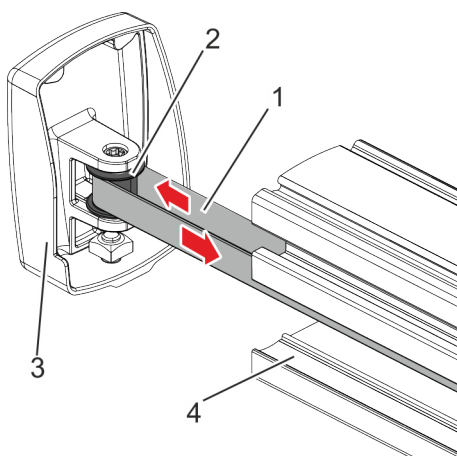
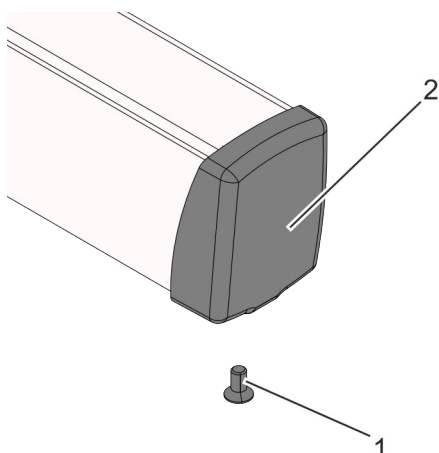

Abb. 28: Gegenzugband umlenken
Abb. 29: Endkappe der Führungsschiene
- 8.** ➔ Gegenzugband (Abb. 28/1) von außen nach innen um die Umlenkrolle (Abb. 28/2) an der Endkappe (Abb. 28/3) der Führungsschiene (Abb. 28/4) führen.
- 9.** ➔ Endkappen an beiden Führungsschienen (Abb. 29/2) aufsetzen und Befestigungsschraube (Abb. 28/1) festziehen.